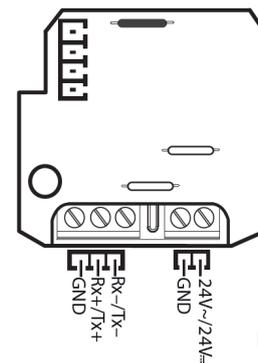

Fig. 6
• Para los modelos de 24 Vac / 24 Vdc, (ver Fig. 6); Asegúrate que la polaridad (24 V, GND) es correcta para la fuente de alimentación de corriente continua.